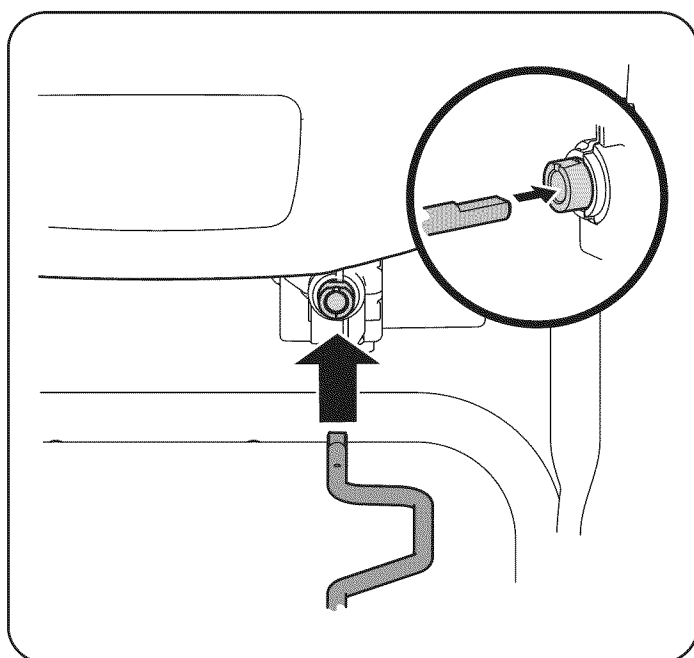

Figura 7
6. Insertar el otro extremo de la varilla de control del canal en el acoplador por debajo del panel de asa. Asegúrese de alinear la parte plana de la varilla y el extremo plano del acoplador. Puede que tenga que girar la barra en torno a estas líneas hasta dos superficies. Consulte la Figura 7.